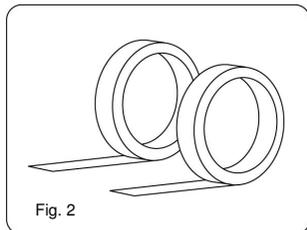

Fig. 2
- Installare le due antenne in parallelo (fig. 2)